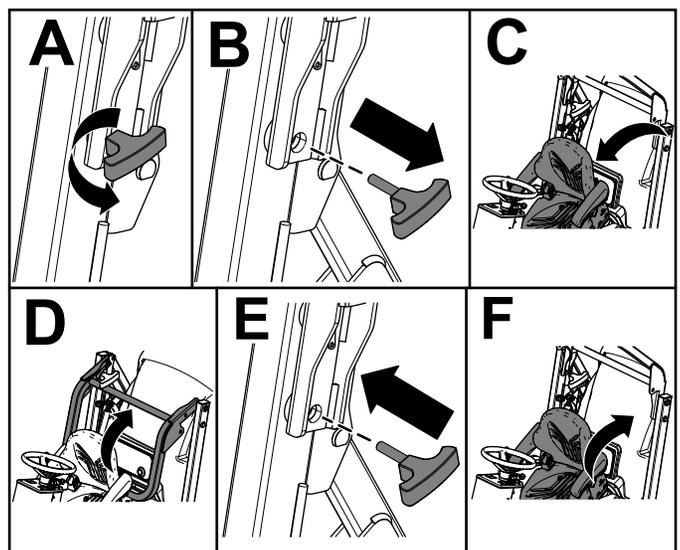

Figura 16
4. Incline o banco para a frente (Figura 16).
5. Remova os pinos do manípulo da barra de segurança (Figura 16).
6. Eleve a barra de segurança e prenda-a com os pinos do manípulo (Figura 16).
7. Incline o banco para trás para a posição bloqueada (Figura 16).